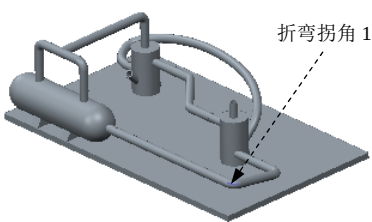

图 16.3.5 选取修改对象
Step2. 在模型中选取图 16.3.5 所示的折弯拐角 1（单击折弯处的圆弧）为修改对象，单击“选择”对话框中的 **确定** 按钮。
Step2. 在模型中选取图 16.3.5 所示的折弯拐角 1（单击管道交点处的边线）为插入对象，